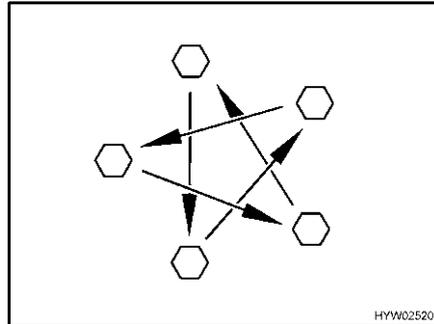

Bild 282 Radmuttern oder Radschrauben über Kreuz anziehen
- Radmuttern oder Radschrauben regelmäßig auf festen Sitz prüfen. Radmuttern oder Radschrauben eines ausgewechselten Rades nach 50 km über Kreuz nachziehen (Bild 282). Anziehdrehmoment siehe Abschnitt 13.5.2.
- ▷ Radmuttern oder Radschrauben über Kreuz anziehen (Bild 282).